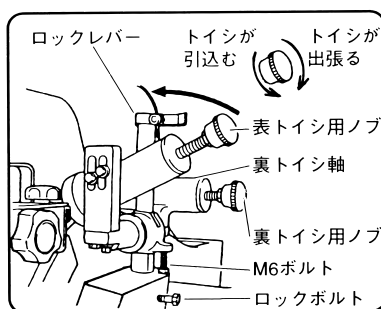

図 19-ロ
(2) 表トイシ、裏トイシ(図 19-イ)の出入りは、それぞれのノブをまわして行ないます。それぞれのノブをまわし、トイシを丸刃に接触させて、トイシ角度が(図 30-イ、ロ参照)のようになっているか確認します。